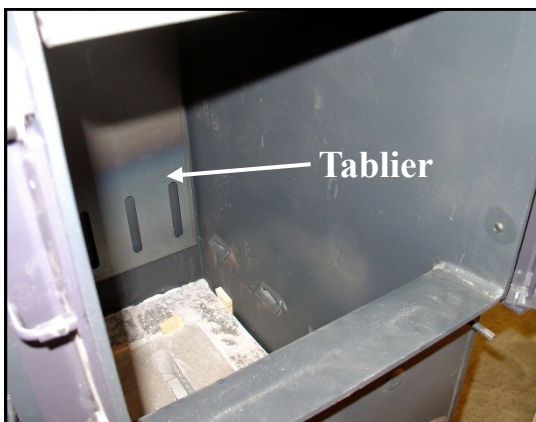

Fig. 4.10 Firebox avec Tabliers sup-primés
2. Décrocher les tabliers de foyer (Fig.4.10).